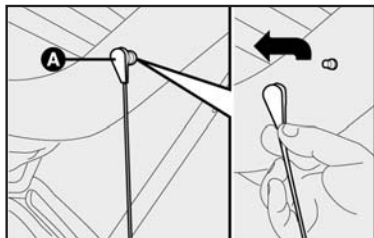

fig. 104
1) Liberar as extremidades superiores **A-fig. 104** dos dois tirantes, retirando os olhais dos pinos e empurrando-os na direção da seta como indicado na figura;